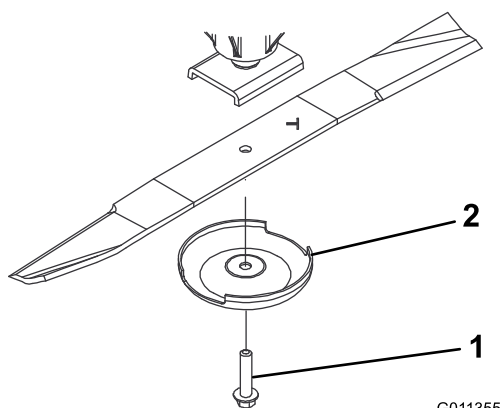

図 101
3. スピンドルのシャフトからブレードボルト、芝削り防止カップ、ブレードを取り外す 図 101。